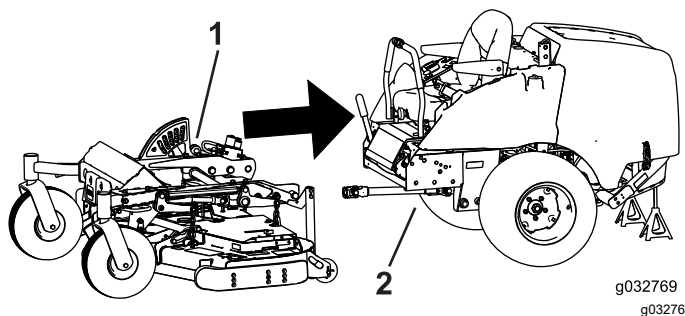

Bild 119
1. Fluchten Sie den Sommerrahmen mit dem Maschinenrahmen aus und rollen Sie ihn zurück (Bild 119).